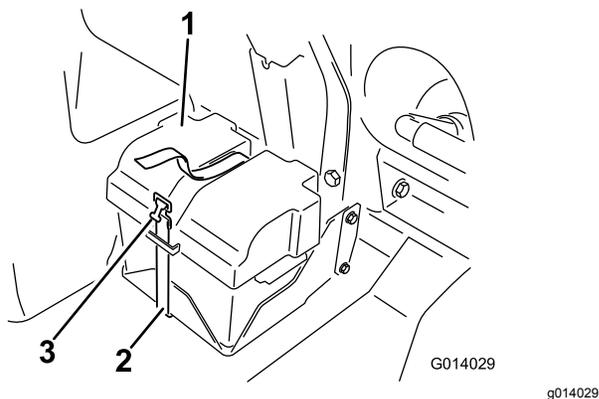

Figura 81
2. Retire a cobertura da bateria e desligue o cabo negativo (preto) do borne da bateria (Figura 81).
4. Coloque a tampa da bateria e fixe-a com a cinta que retirou anteriormente (Figura 81).